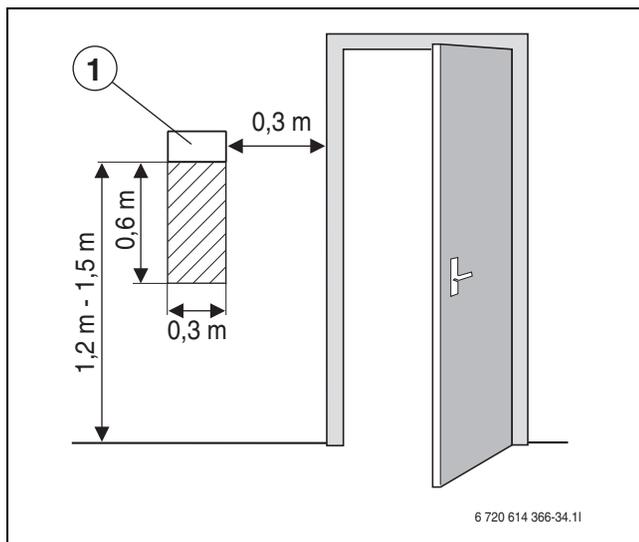

Fig. 19 Lieu de pose recommandé pour la sonde d'ambiance T5
- Libre circulation de l'air sous la sonde d'ambiance T5 (la surface hachurée de la figure 19 doit rester dégagée).